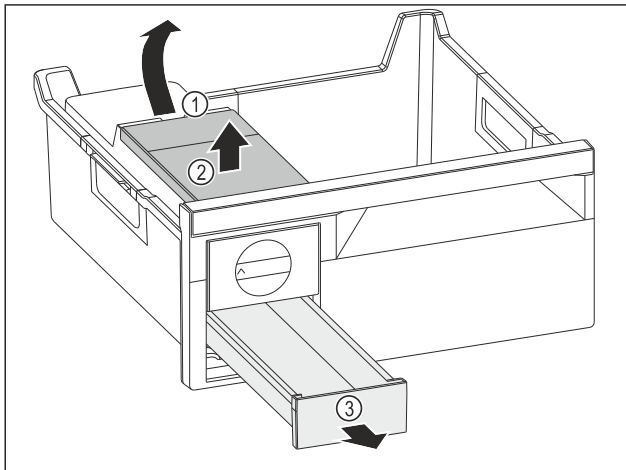

Fig. 129
- Изваждане на резервоара за вода: Повдигнете резервоара за вода при прореза Fig. 129 (1).
- Извадете резервоара за вода Fig. 129 (2) нагоре.
- Извадете чекмеджето за ледени кубчета Fig. 129 (3) напред.